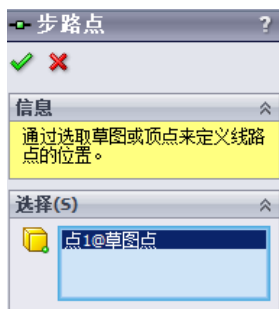

图 11.4.24 “步路点”对话框
Step1. 选择命令。选择“Routing 工具”工具栏中的“生成线路点” 命令, 此时系统弹出“步路点”对话框, 如图 11.4.24 所示。